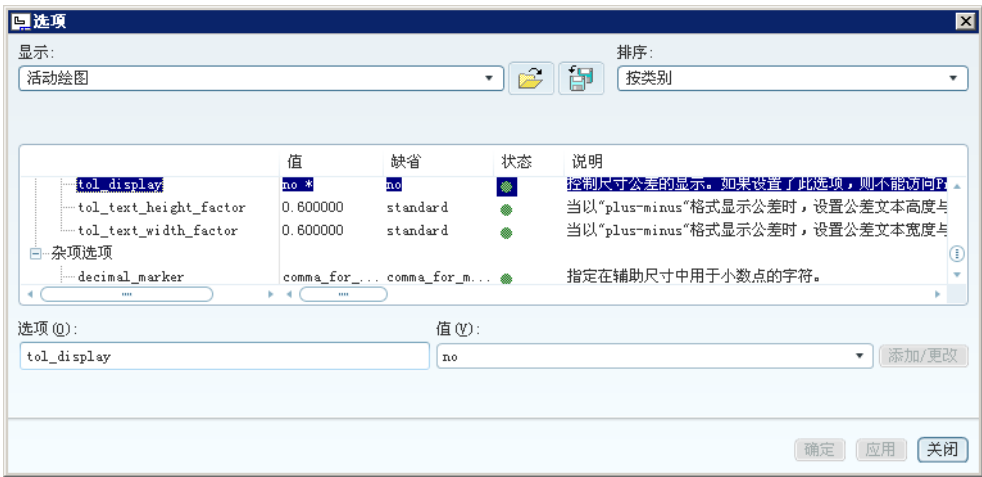

图 5.5.2 “选项”对话框（二）
Step4. 此时在“选项”对话框下部的 **选项(O):** 和 **值(V):** 文本框中自动添加有关配置文件“tol_display”的项目，如图 5.5.2 所示。